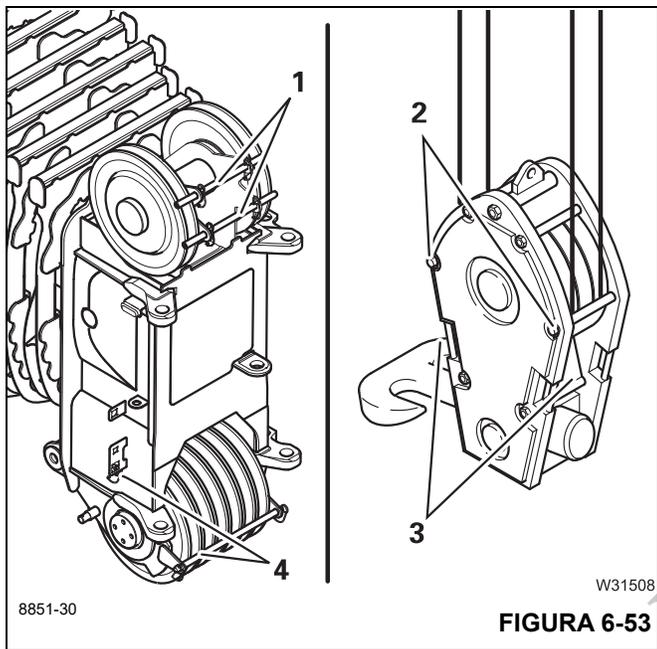

FIGURA 6-53
- Inserte las varillas (1), (Figura 6-53), y (4), (Figura 6-53).
- Pliegue las chapas metálicas (3), (Figura 6-53), en ambos lados.
- Inserte las varillas (2), (Figura 6-53) y fíjelas.